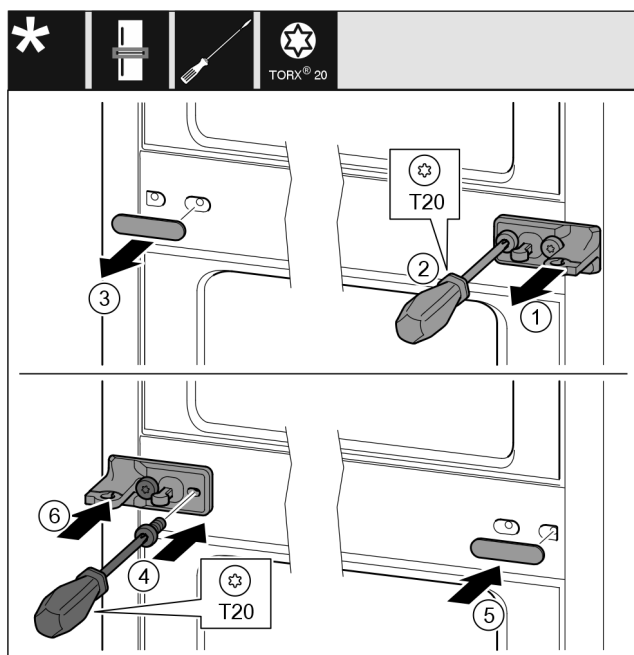

Fig. 12
- ▶ Снимите шайбу Fig. 12 (1).
- ▶ Выкрутите винты Fig. 12 (2) отверткой.
- ▶ Осторожно снимите крышку Fig. 12 (3).
- ▶ Плотнo прикрутите опорный кронштейн с подкладкой Fig. 12 (4) с другой стороны, повернув его на 180°.
- ▶ Установите крышку Fig. 12 (5) с другой стороны, повернув ее на 180°.
- ▶ Спереди установите шайбу Fig. 12 (6).